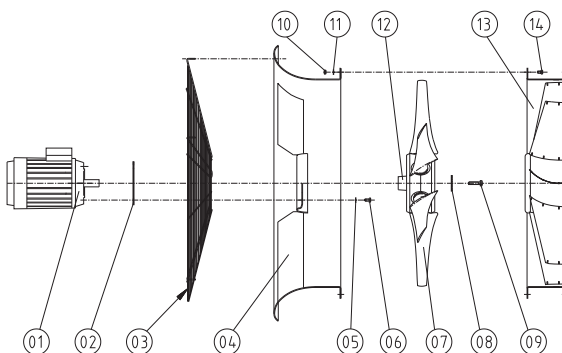

Fig. 8. Demontage/montage van types ACG en ACP Smoke
Vóór aanvang van de werkzaamheden moet de spanning uitgeschakeld zijn en de kabel worden gedemonteerd. Vervolgens moeten eventuele kanaalstukken en de leidschoepeneenheid (fig. 8 pos. 13, 10, 11 en 14) aan de afvoerszijde van de ventilator gedemonteerd worden.
Na een servicebeurt de motor opnieuw monteren. Let hierbij op dat de motorflens (fig. 8 pos. 02) op de juiste manier geplaatst wordt en dat de motoras in het midden van de ventilatorkast zit voordat de bouten, (pos. 06) worden aangedraaid.